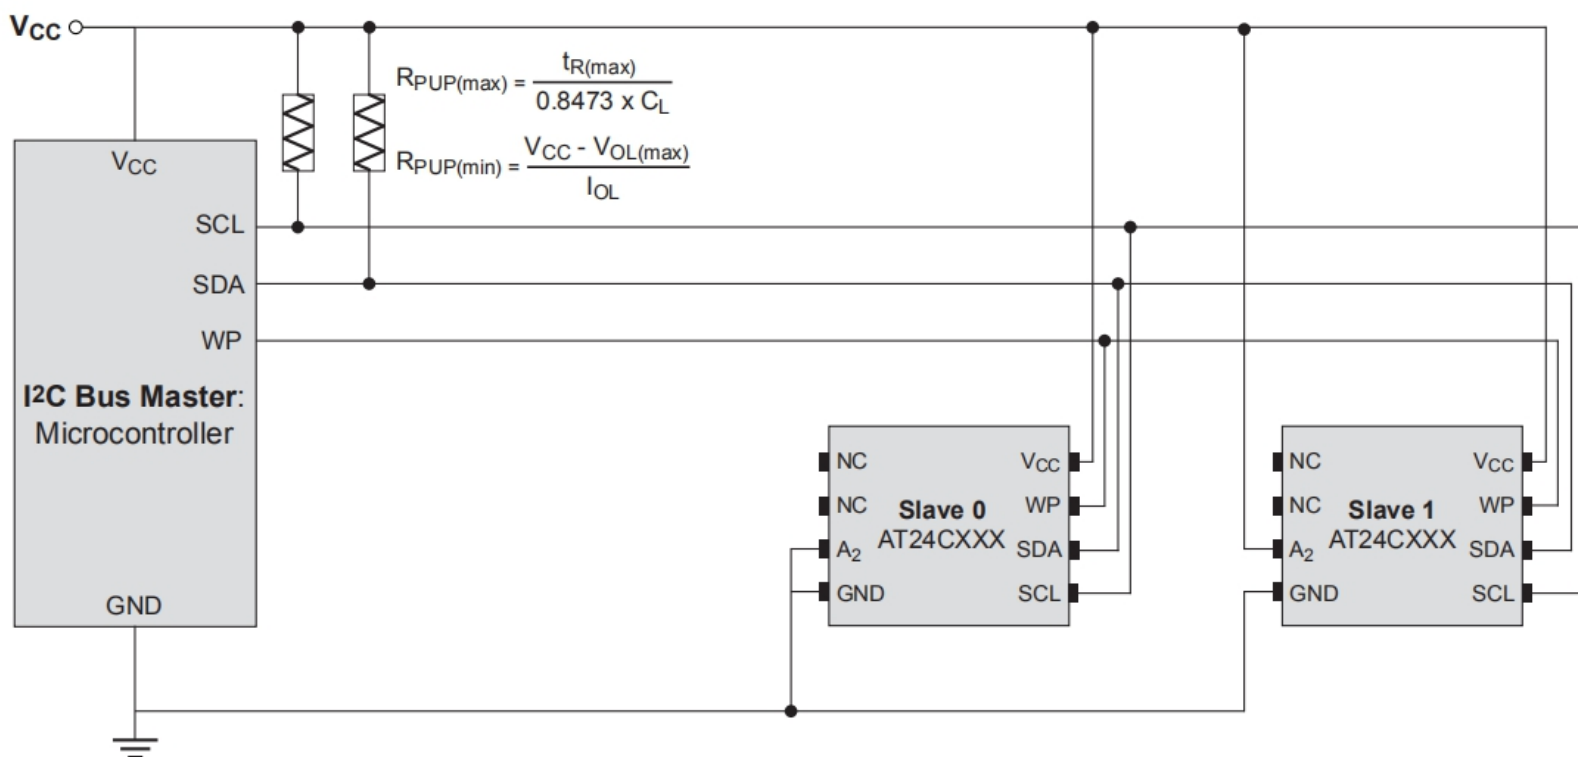

图3-11 I2C 串行EEPROM扩展示意图
- 6) 特殊大容量AT24CM02 的扩展及地址寻址如图3-11, 图3-12所示。 如果使用该芯片, 建议仔细阅读该芯片的数据手册。